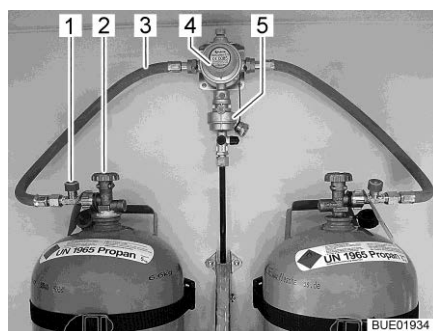
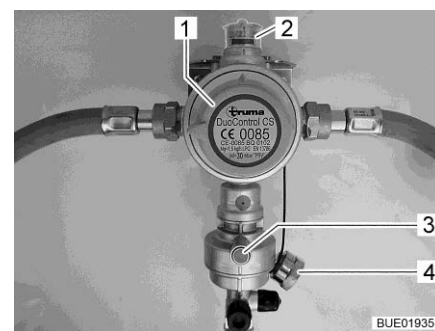

Fig. 122 Bombole del gas con DuoControl
Fig. 123 Impianto di regolazione DuoControl
L'impianto di regolazione DuoControl consiste in una valvola di commutazione (Fig. 122,4) e un sensore crash (Fig. 122,5). L'impianto di regolazione DuoControl è installato tra i tubi flessibili del gas (Fig. 122,3) con un dispositivo antirottura del tubo flessibile (Fig. 122,1). Con la manopola (Fig. 123,1) sulla valvola di commutazione è possibile stabilire quale delle bombole del gas viene utilizzata come bombola in uso e quale come bombola di riserva. Nella finestra di controllo (Fig. 123,2) viene visualizzato lo stato del rifornimento di gas:
Il funzionamento con una sola bombola del gas è consentito, ma in questi casi il collegamento aperto deve essere assolutamente chiuso con una copertura cieca (Fig. 123,4).
Il sensore crash blocca l'alimentazione del gas in caso di forti vibrazioni (es. incidente). Il sensore crash viene azionato mediante pressione del tasto reset verde (Fig. 123,3).
Il dispositivo antirottura del tubo flessibile (Fig. 122,1) blocca il flusso di gas quando il tubo flessibile collegato si rompe. Il dispositivo antirottura del tubo flessibile deve essere attivato premendo il tasto verde.
Tramite la centralina di controllo (Fig. 124) è possibile attivare e disattivare l'alimentazione del gas tramite l'impianto di regolazione DuoControl. Le valvole principali di arresto (Fig. 122,2) delle bombole del gas e i rubinetti di arresto del gas degli apparecchi devono essere aperti manualmente.
- Con la manopola (Fig. 123,1) sulla valvola di commutazione selezionare la bombola del gas, da cui proviene la principale alimentazione del gas (bombola in uso). Girare la manopola fino all'arresto.
- Aprire le valvole principali di arresto (Fig. 122,2) delle bombole del gas.
- Premere il tasto verde del dispositivo antirottura del tubo flessibile (Fig. 122,1). Nella finestra di controllo (Fig. 123,2) viene visualizzato il simbolo verde.
- Chiudere le valvole principali di arresto (Fig. 122,2) delle bombole del gas.
Se la spia di controllo verde (Fig. 124,6) si spegne durante il funzionamento e la spia di controllo rossa (Fig. 124,5) si accende, significa che la bombola in uso è vuota e deve essere sostituita. Nella finestra di controllo (Fig. 123,2) viene visualizzato il simbolo rosso. La bombola di riserva continua ad alimentare le utenze a gas.
- Ruotare di mezzo giro la manopola (Fig. 123,1) in direzione della bombola del gas utilizzata. In questo modo questa bombola del gas ora è la bombola in uso, mentre la bombola del gas vuota diventa la bombola di riserva. Il simbolo nella finestra di controllo (Fig. 123,2) passa da rosso a verde.
- Chiudere la valvola principale di arresto (Fig. 122,2) della bombola del gas vuota. Osservare la direzione della freccia.
- Premere il tasto verde del dispositivo antirottura del tubo flessibile (Fig. 122,1).